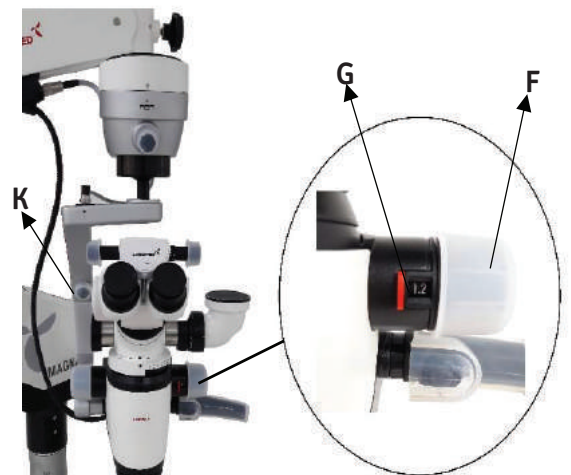

Fig. 20
- Utiliser les boutons (F) fournis sur le Magnichanger pour sélectionner le niveau d'agrandissement désiré.
- Les faire tourner dans le sens horaire pour augmenter et dans le sens antihoraire pour diminuer le niveau d'agrandissement comme indiqué dans la Fig. 20.
- Appuyer sur le bouton pression rouge (G) situé à côté de l'indicateur d'agrandissement pour sélectionner l'agrandissement niveau 8. Appuyer sur le même bouton pression rouge dans le sens inverse pour sélectionner l'agrandissement en zoom continu en suivant les indications de la Fig. 20.